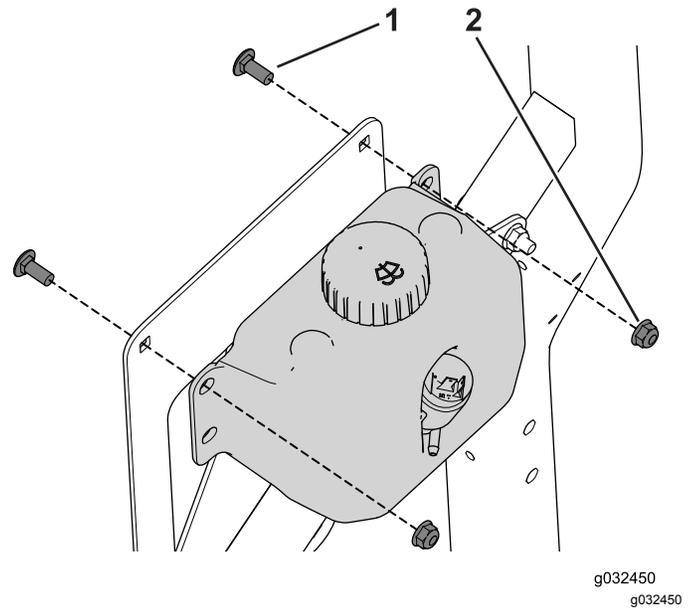

Figura 34
3. Utilizzate i 2 bulloni a testa tonda (5/16" x 3/4") e i dadi flangiati per fissare il serbatoio di lavaggio alla staffa (Figura 34).